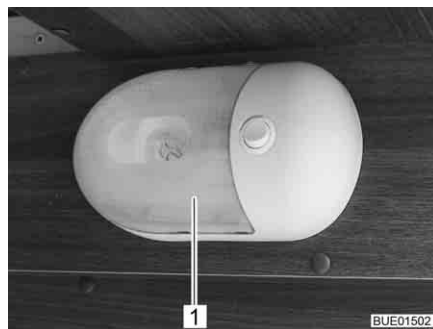

Fig. 302 Iluminação da garagem
- Comprima cuidadosamente a cobertura transparente (Fig. 302,1) de ambos os lados, puxe-a ligeiramente do interruptor e retire-a para a frente.